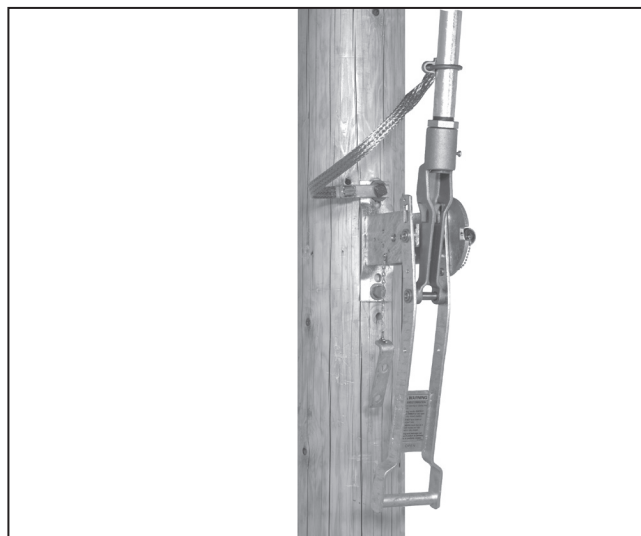

Figura 45. Extraer la barra de bloqueo y desenganchar el tornillo de la llave de bloqueo.
PASO 38. Retire el candado de la barra de bloqueo en el ensamble de la palanca de operación. Extraiga la barra de bloqueo. Ver Figura 45.